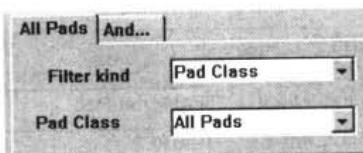

图 10-76 规则范围设置为指定的焊盘类
- Pad Class: 指定焊盘类。选择此项后，规则适用范围为指定的一类焊盘，可在 Pad class 下拉列表中选择焊盘类型，如图 10-76 所示。